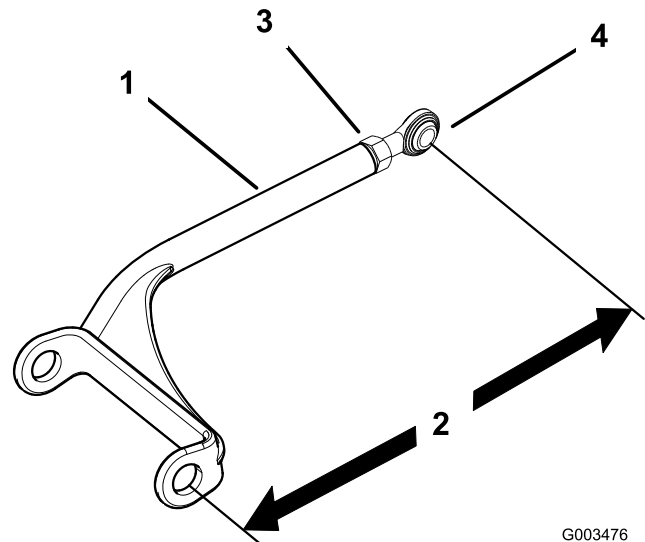

Figura 52
1. Afloje la contratuerca y gire la articulación esférica en el sentido contrario a las agujas del reloj, una vuelta cada vez (Figura 52).
2. Ajuste cada lado en la misma cantidad. Cada brazo de empuje debe tener una longitud de 384 mm (15-1/8 pulg.) (Figura 52).